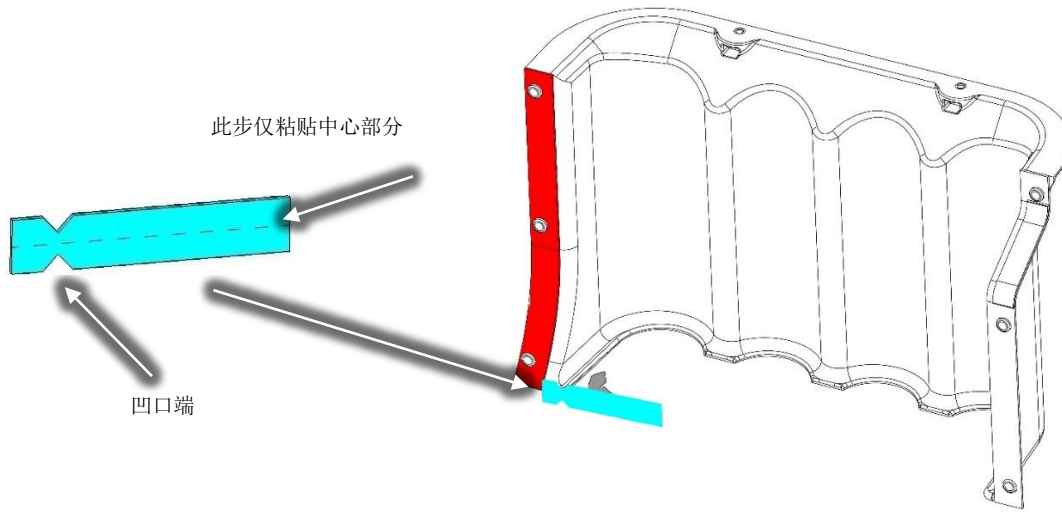

图 6 - 右下侧电容器盖板密封泡沫
- 拿起较长（大约 83 毫米）的右下侧电容器盖板密封泡沫，拆除凹口端的少量粘接衬纸，安装较短的右下侧电容器侧盖板密封泡沫。务必从此泡沫与之前安装泡沫交汇的位置开始。此新泡沫必须抵住现有泡沫进行安装。参见图 6（右下侧电容器盖板密封泡沫）。